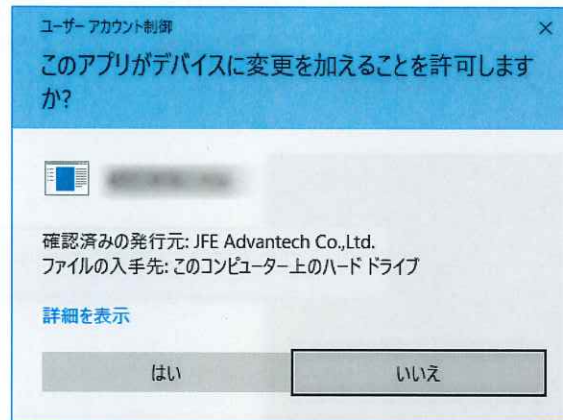

図 2.5 ユーザーアカウント制御
- ご使用のパソコンの OS が Windows Vista 以降の場合、セキュリティの仕様でインストール中に UAC（ユーザーアカウント制御）のダイアログが表示される場合があります。（図 2.5 参照）